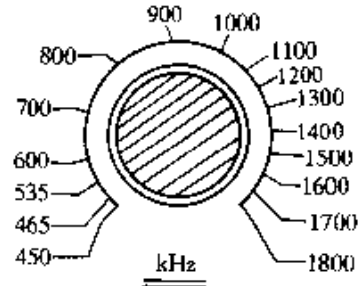

图 4-45
⑤ 绘制频率刻度。频率范围校准后，一边转动可变电容器 C_6 ，一边根据标准频率计或标准收音机的指示，将各频率点标注出来，然后再绘制成正式的频率刻度，如图 4-45 所示。至此，高频信号发生器调试结束。